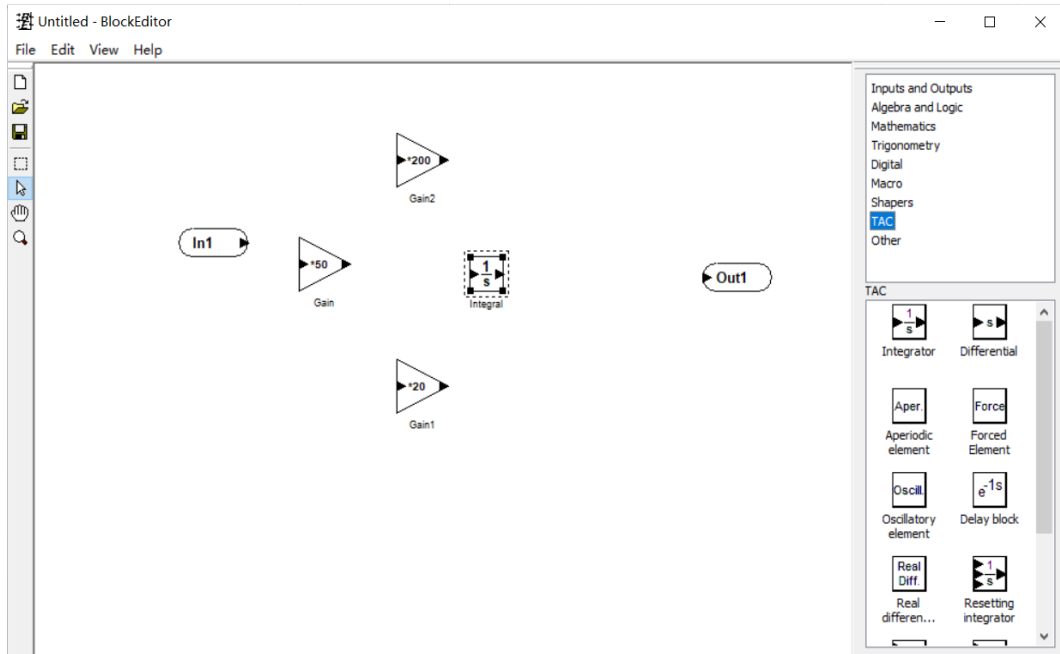

图 2-139
4) 从 TAC 模块将 **Integrator** 积分器拖入图板一次, 如图 2-139。